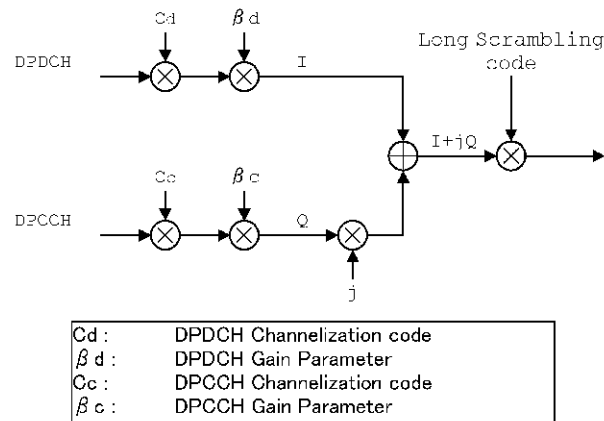

図 3-11 UP LINK 拡散部の構成
(3) Scrambling code 設定 (図 3-11 参照)
(4) Gain Parameter 設定 (図 3-11 参照)